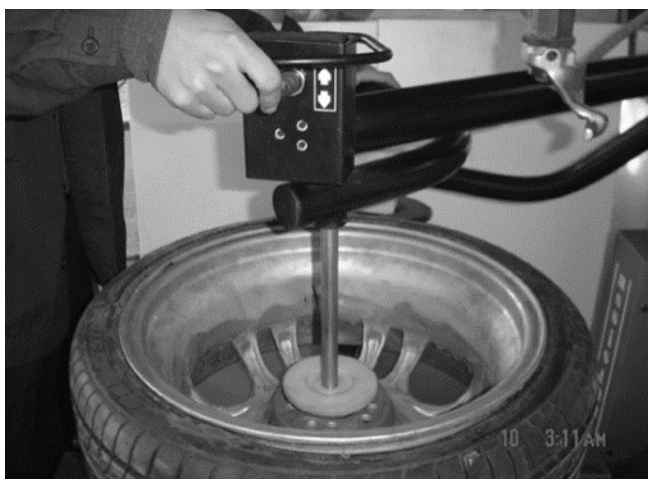

Рис. 14.11
14.2.2 Сначала установите зажимы в соответствии с размерами шины, а затем зажмите обод и расположите прижимной блок в центре обода (рис. 14.11). Нажмите на ручной клапан, чтобы прижать обод до тех пор, пока внешний край обода не опустится ниже чем поверхность зажима. В этот момент вы можете немедленно зафиксировать обод. Поднимите опорный рычаг и установите его в рабочее положение, снимите прижимной блок и установите его на подставку (рис. 14.9 А).